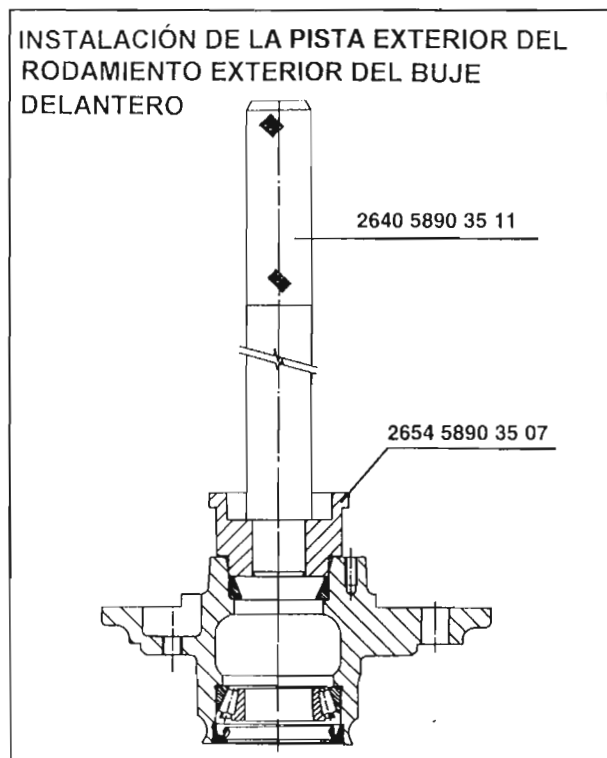

Fig. 6
- d. Aplique un poco de grasa en el diámetro exterior de la pista exterior del rodamiento exterior y presione la pista exterior en el cubo utilizando el impulsor 2654 5890 3507 con la maneta 2640 5890 3511. Fig. 6